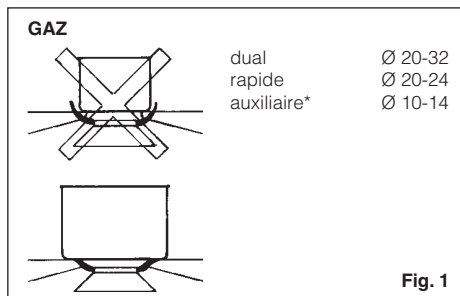

Fig. 1
- On Vous conseille d'utiliser des casseroles avec un diamètre proportionné aux brûleurs évitant que la flamme au maximum déborde de leur fond (Fig. 1);